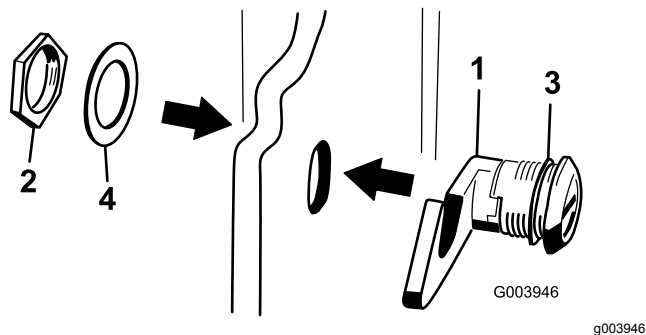

Figura 17
3. Retire la tuerca del conjunto de cierre del capó (Figura 17).
4. Desde fuera del capó introduzca el enganche del cierre a través del taladro del capó. Asegúrese de que la junta de goma quede en el exterior del capó (Figura 17).